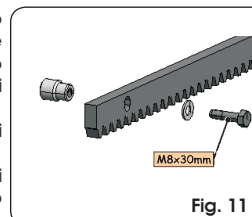
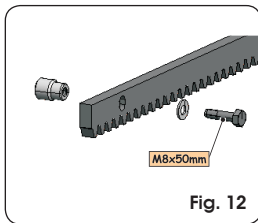
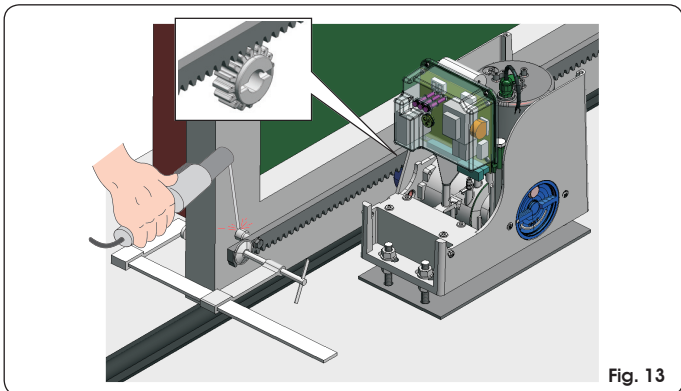
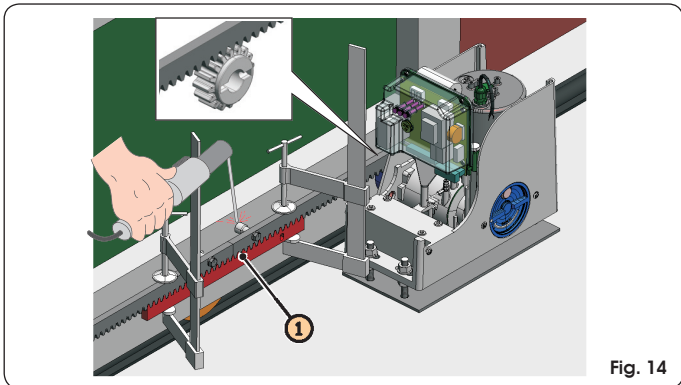

Fig. 11
Fig. 12
Fig. 13
Fig. 14
5.4.1. CREMAGLIERA DI ACCIAIO A SALDARE (Fig.11)
- ① Montare i tre nottolini filettati sull'elemento della cremagliera posizionandoli nella parte superiore dell'asola. In tale modo il gioco sull'asola consentirà nel tempo le eventuali regolazioni.
- ② Portare manualmente l'anta in posizione di apertura.
- ③ Appoggiare sul pignone il primo pezzo di cremagliera a livello e saldare il nottolino filettato sul cancello come indicato in Fig.13.
- ④ Muovere manualmente il cancello, verificando che la cremagliera sia in appoggio sul pignone e saldare il secondo e il terzo nottolino.
- ⑤ Accostare un altro elemento di cremagliera al precedente utilizzando, per mettere in fase la dentatura dei due elementi, un pezzo di cremagliera come indicato in Fig.14 rif. ①.
- ⑥ Muovere manualmente il cancello e saldare i tre nottolini filettati proseguendo fino alla copertura completa del cancello.
5.4.2. CREMAGLIERA DI ACCIAIO AD AVVITARE (Fig. 12)
- ① Portare manualmente l'anta in posizione di apertura.
- ② Appoggiare sul pignone il primo pezzo di cremagliera posizionando il distanziale tra la cremagliera stessa ed il bordo del cancello. Controllare con una bolla l'orizzontalità della cremagliera e segnare con un pennarello il punto di foratura.
- ③ Forare con una punta Ø 6,5 mm e filettare con maschio da M8. Avvitare il bullone.
- ④ Muovere manualmente il cancello, verificando che la cremagliera sia in appoggio sul pignone e ripetere le operazioni al punto ③.
- ⑤ Accostare un altro elemento di cremagliera al precedente utilizzando, per mettere in fase la dentatura dei due elementi, un pezzo di cremagliera come indicato in Fig. 14 rif. ①.
- ⑥ Muovere manualmente il cancello e procedere nelle operazioni di fissaggio come per il primo elemento, proseguendo fino alla copertura completa del cancello.